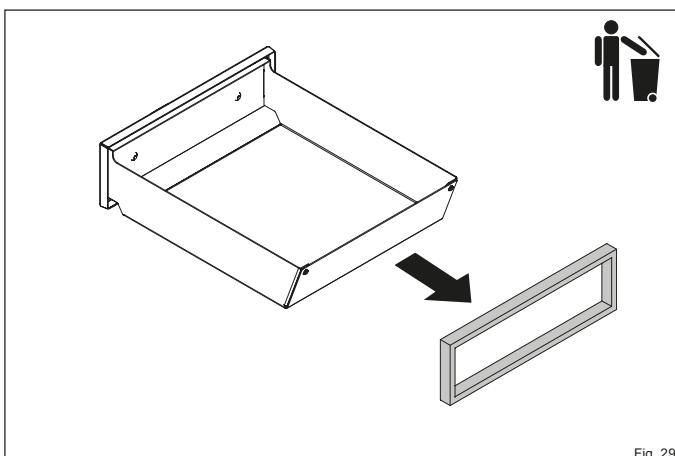

Fig. 29
- Retirez l'ancien joint du guide et jetez-le à la poubelle (Fig. 29).